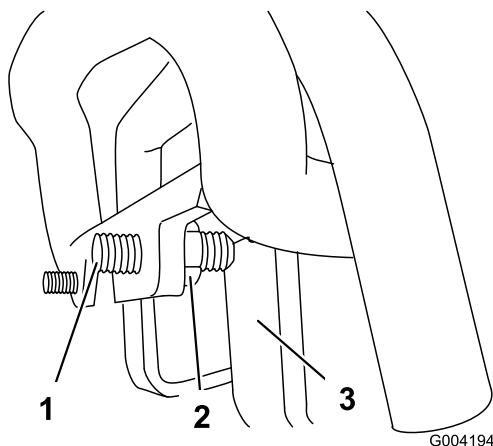

Figure 58
3. Si la machine se déporte vers la **gauche**, desserrez l'écrou de blocage **droit** et ajustez la vis de réglage de l'alignement à l'avant de la commande de déplacement (Figure 58).
4. Si la machine se déporte vers la **droite**, desserrez l'écrou de blocage **gauche** et ajustez la vis de réglage de l'alignement à l'avant de la commande de déplacement (Figure 58).